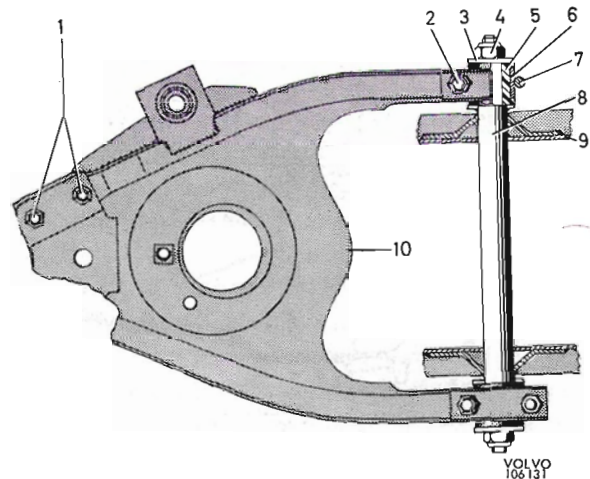
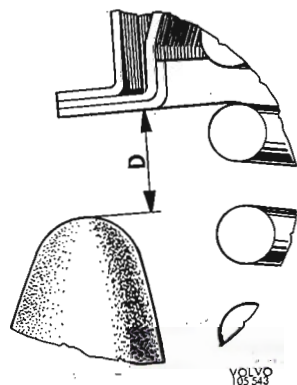

Abb. 31 Unterer Querlenker, früh. Ausf.
Abb. 32 Einbaulage für Querlenker
2. Muttern (2, Abb. 31) abschrauben und die Krampen (7) entfernen. Muttern (4) lösen und Unterlegscheiben (3) abnehmen.
4. Neue Gummibuchsen (5) und Metallbuchsen (6) mit Seifenlösung anfeuchten und auf der Querlenkerachse (8) einbauen. Unterlegscheiben (3) anbringen und die Muttern (4) aufschrauben. Beim Anziehen der Verschlußmutter soll der Querlenker radseitig so weit hochgestützt werden, daß der Abstand zwischen Gummipuffer und Vorderachsträger ungefähr 40 mm beträgt. Anziehmoment für Verschlußschrauben: 5,5–6,2 mkp.
5. Querlenker entlasten und die Krampen (7, Abb. 31) mit den Muttern (2) um die Querlenkerachse zusammenspannen. Muttern mit einem Moment von 2–2,5 mkp festziehen.
5. Querlenker-Achsbolzen (3) einbauen. Beachten, daß die kleinere Scheibe (1) unter dem Bolzenkopf angebracht werden muß.
6. Gegenüberliegend die größere Scheibe (5) anbringen und die Verschlußmutter (6) aufschrauben. Verschlußmutter nicht endgültig festziehen.
7. Wagenheber senken und radseitig unter der Feder ansetzen. Unteren Querlenker vorsichtig hochstützen, bis der Abstand zwischen Gummipuffer und Vorderachsträger (Maß D, Abb. 32) ca. 40 mm beträgt. In dieser Stellung
7. Betr. früh. Ausf.: Die Mutter (2, Abb. 31) lösen und die Krampen (7) bauseitig öffnen, wonach der Querlenker abgehoben werden kann.
8. Der Einbau geschieht in umgekehrter Reihenfolge. Bei der früh. Ausf. werden die Muttern (2, Abb. 15) an den Krampen mit einem Moment von 2,0–2,5 mkp festgezogen. Für beide Ausführungen gilt, daß der Abstand von der Spitze des Gummipuffers bis zum Vorderachsträger (Maß D, Abb. 32) ca. 40 mm bei Festzug der Verschlußmutter (4, Abb. 31) bzw. (6, Abb. 15) betragen muß. Bez. Stoßdämpfer sei bemerkt, daß mehrere Ausführungen mit unterschiedlichen Anweisungen zum Festzug der Mutter in Gebrauch sind. Siehe diesbezüglich im Werkstatt-Handbuch, Abt. 7 unter dem Titel „Einbau der Stoßdämpfer“. Nach Umrüstung des unteren Querlenkers ist die Vorderradstellung zu überprüfen und ggf. zu berichtigen, s. unter „Vorderradeinstellung“.